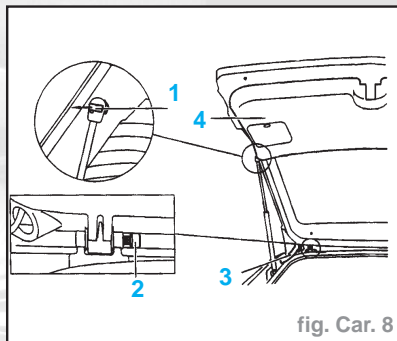

fig. Car. 8
- Déposer la garniture (4) de volet arrière (fig. Car. 8).